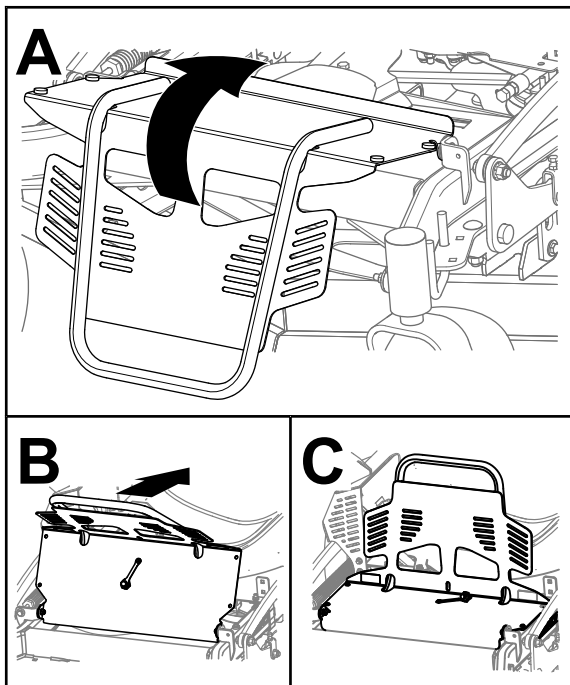

Figure 34
1. Ramenez la protection du moteur en place, comme montré à la Figure 34.